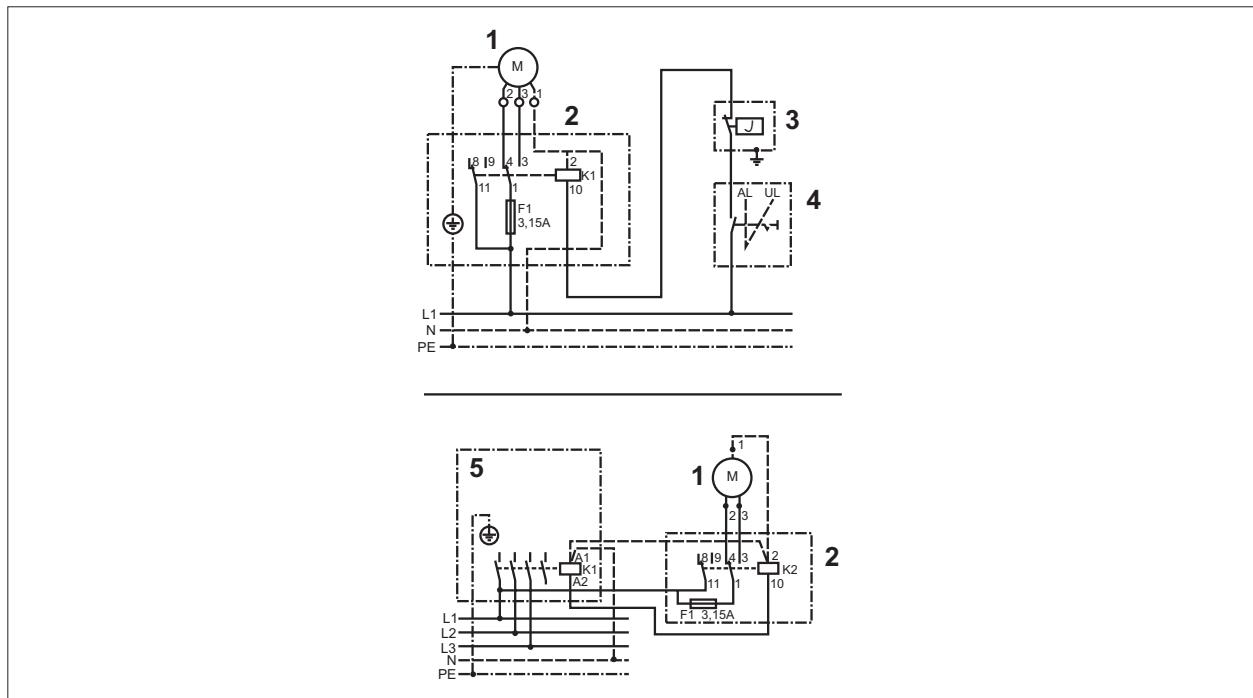

Рис. 7.10 Схема соединения автоматического реле A1
- Рис. 7.10 Схема соединения автоматического реле A1 См.